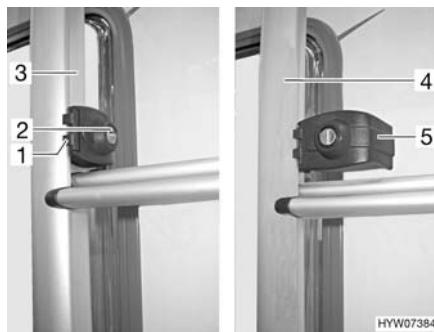

Fig. 2 Bloccaggio (scaletta del porta-pacchi)
- Inserire la chiave nel cilindro della serratura (Fig. 2,2) del bloccaggio della scaletta del portapacchi (Fig. 2,1) e ruotarla un quarto di giro finché la chiave non si trova in posizione verticale.
- Tenere ferma la parte ribaltabile della scaletta del portapacchi (Fig. 2,4) e girare l'archetto di sicurezza (Fig. 2,5).
- Inserire la chiave nel cilindro della serratura (Fig. 2,2) del bloccaggio della scaletta del portapacchi (Fig. 2,1).
- Ruotare l'archetto di sicurezza (Fig. 2,5) verso l'interno intorno al tubo della parte fissa della scaletta del portapacchi (Fig. 2,3).